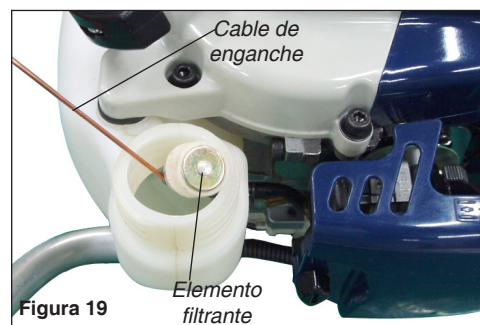

Figura 19
- Use un gancho de alambre para extraer el filtro de combustible del tanque de combustible. Consulte la figura 19. Retire y reemplace el elemento del filtro. Antes de reinstalar el filtro, inspeccione la condición de todos los componentes del sistema de combustible (manguera de alimentación, manguera del ventilador, ventilador, tapa y tanque). Si descubre